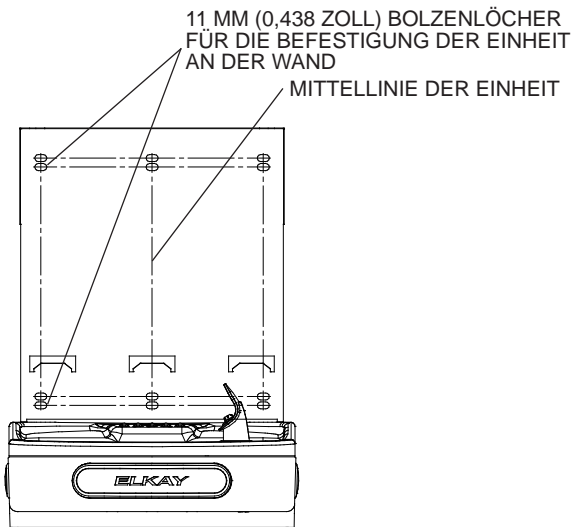

Abb. 4
- 2) **Entfernen Sie die Wand-Montageplatte** vom Flaschenabfüller. Platzieren Sie die Wandhalterung an der Wand über dem Becken. Richten Sie die Wandhalterung mittig am Becken aus, sodass sie an beiden Seiten des Beckens abschließt. Kennzeichnen Sie die sechs (6) Befestigungslöcher mit einem Bleistift (siehe Abb. 4).
- 4) **Montieren Sie die Wandmontageplatte** mittels der sechs (6) ovalen Befestigungslöcher von 11 mm (7/16 Zoll) (Befestigungsschrauben nicht im Lieferumfang enthalten) (siehe Abb. 4). Verwenden Sie die für Ihre Wandart geeigneten Befestigungsmittel.